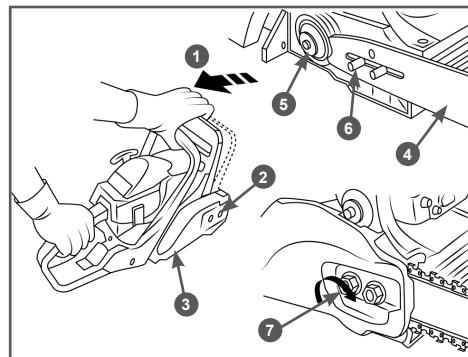

Рис. 2 Установка шины
- Перед установкой шины и цепи убедитесь в том, что тормоз цепи находится в расторможенном положении. Для этого ручку тормоза 1 (Рис. 2) потяните на себя до щелчка.
- Открутите гайки 2 и снимите крышку шины 3 (Рис. 2).
- Установите шину 4 пазом на шпильки крепления шины 6 и передвиньте ее в сторону муфты сцепления 5 для облегчения установки цепи (Рис. 2).
5. Вращая винт шестерни натяжения цепи 7 (Рис. 2) против часовой стрелки, установите палец натяжителя в крайнее левое положение. Установите на место крышку шины 3 (Рис. 2).
8. Отрегулируйте натяжение цепи (см. раздел «Регулировка натяжения цепи» вращая винт шестерни натяжения цепи 7 (Рис. 2) по часовой стрелке.